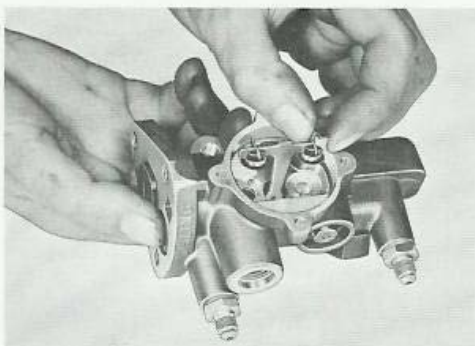

Bild 89. Demontering av ventilarm
3. Demontera locket (7) från ventilhuset (6). Skruva ur skruvarna (10) och lyft ur bygel (11) och fjäder (4). Tryck försiktigt på reglercylinderns propp och lyft upp ventilarmen, se bild 89.
3. Montera ventilerna (2 och 12 bild 77 och 97) på ventilarmen (3) och sätt enheten på sin plats i huset, jämför bild 89. Montera fjädern (4), bygeln (11), brickorna och skruvarna (10). Dra skruvarna med ett moment av 0,3–0,4 kpm (2–3 ftlb). Prova funktionen genom att trycka